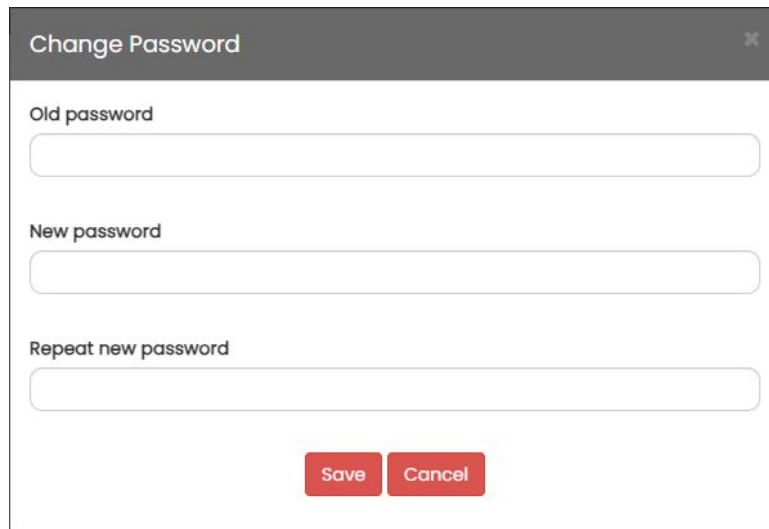

Figura 6.27: Finestra per il cambio della password
- Change password: apre la finestra per modificare la password, figura 6.27, una volta inserito la vecchia password e quella nuova cliccare su "Save" per confermare o "Cancel" per annullare.